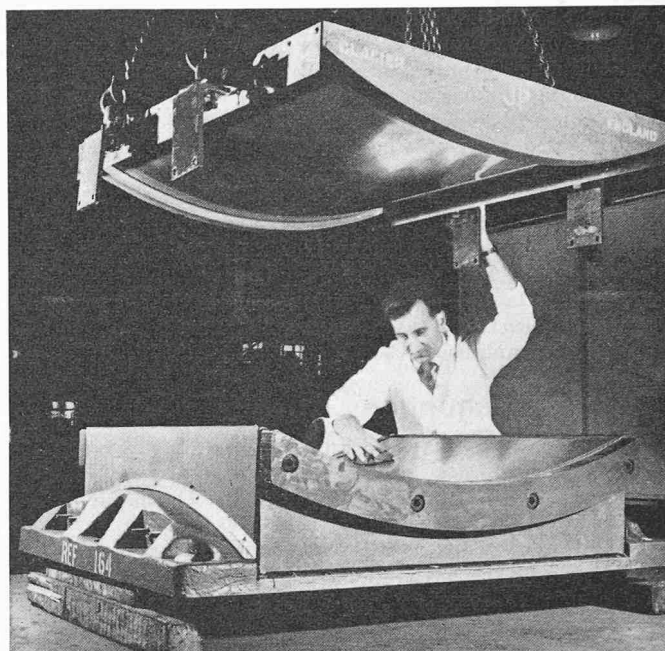

Bild 1. «Anticlastic»-Brückenlager von 2740 t Tragfähigkeit während der Montage im Werk
Englisches Brückenlager. Die im Bau befindliche Verlängerung der London Western Avenue wird zum Teil als Hochstrasse ausgeführt. Dieser Abschnitt stellt die längste Hochautobahn Europas dar. Die Firma *The Glacier Metal Co., Ltd.*, Alperston, Middlesex, liefert für die Lagerung des Hochstreckenteils 40 «Anticlastic»-Lager mit einer Tragfähigkeit von je 2740 t. Sie sind so konstruiert, dass sie die gleiche Lebensdauer aufweisen wie die Strasse selbst. Während dieser Zeit benötigen sie weder Schmierung noch irgendwelche sonstige Wartung. Die Lager bestehen aus drei Teilen; der Gleitvorgang vollzieht sich zwischen zwei halbzyklindrischen Grenzflächen. Die obere Fläche ist aus rostfreiem Stahl, die untere aus Glacier DU (B), einem mit Bronze hinterlegten Material, welches unter anderen Bestandteilen das Polymerisat PTFE (Polytetrafluoräthylen) enthält. Dieser Kunststoff zeichnet sich durch geringe Reibung aus. Bild 1 veranschaulicht ein solches Lager beim Zusammenbau im Werk.